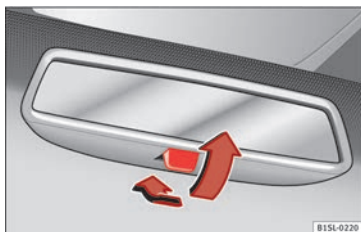

Fig. 145 Retrovisor antideslumbrante manual.
- Para oscurecer el retrovisor, tire de la palanca hacia atrás » fig. 145.